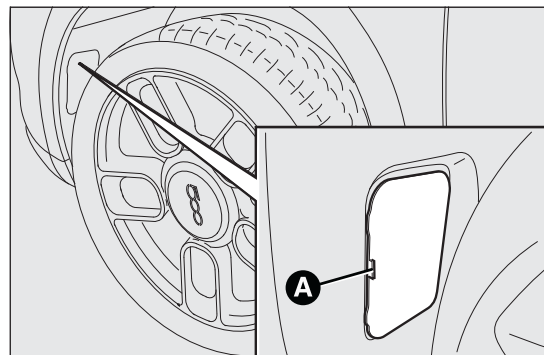

РИС. 131
- воздействуя на шпонку А РИС. 131, нажатием удалите крышку;